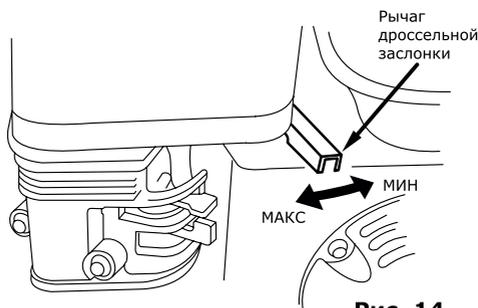

Рис. 14
- Поставьте рычаг дроссельной заслонки на 1/3 хода в сторону положения «МАКС» (рис. 14).
- По мере прогрева двигателя постепенно передвиньте рычаг воздушной заслонки в положение «Открыто». Число оборотов двигателя и соответственно производительность двигателя регулируется изменением положения рычага дроссельной заслонки (рис. 14).